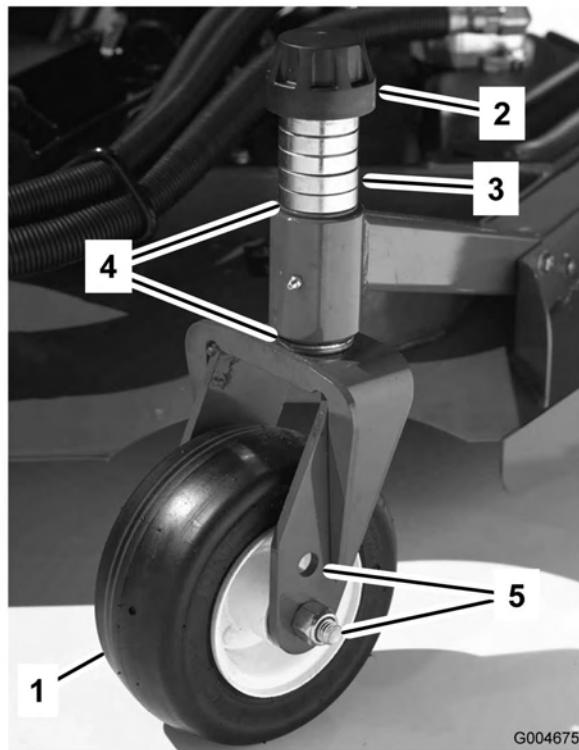
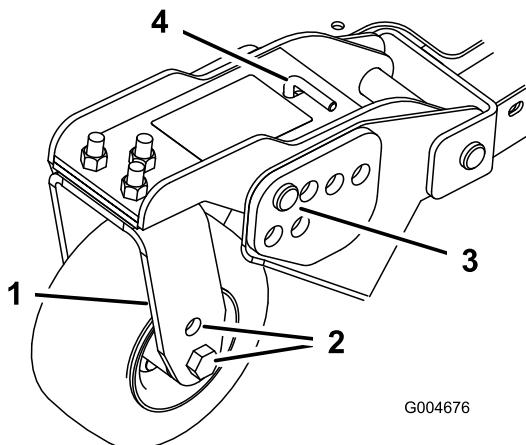
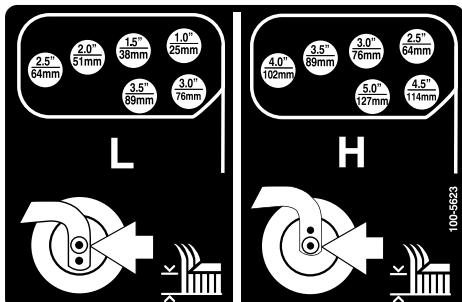

Figure 18
Figure 20
Figure 21
1. Placez les essieux des roues pivotantes dans les mêmes trous sur toutes les fourches (Figure 18 et Figure 20). Pour choisir les trous corrects pour la hauteur de coupe requise, reportez-vous au tableau suivant.
2. Enlevez le chapeau de tension de l'axe de pivot (Figure 18) et sortez l'axe du bras pivotant. Replacez les 2 cales (3 mm) sur l'axe de pivot comme à l'origine. Elles sont requises pour que les plateaux de coupe soient parfaitement de niveau sur toute la largeur. Placez le nombre requis d'entretoises de 1,25 mm sur l'axe de pivot pour obtenir la hauteur de coupe voulue, puis ajoutez la rondelle.
4. Enlevez la goupille fendue et les axes de chape des bras pivotant (Figure 20).
5. Tournez la tige de tension pour éléver ou abaisser le bras de pivot jusqu'à ce que les trous soient en face de ceux du support de hauteur de coupe sélectionnés dans le bâti du plateau de coupe (Figure 20 et Figure 21).